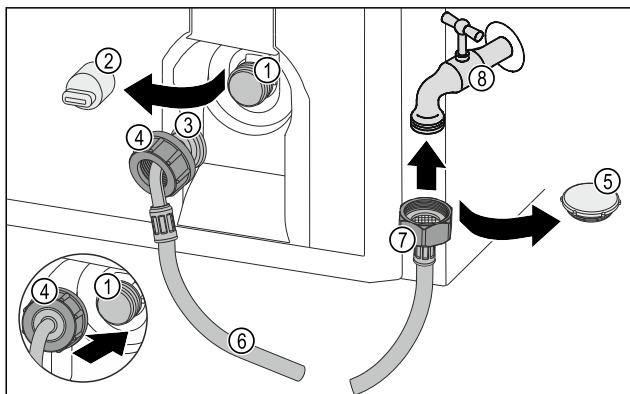

Fig. 15
- ▶ Wyciągnąć zatyczkę Fig. 15 (5).
- ▶ Prosty koniec węża Fig. 15 (7) nałożyć na zawór wody Fig. 15 (8).
- ▶ Dokręcić nakrętkę na prostym końcu węża Fig. 15 (7) w kierunku zgodnym z ruchem wskazówek zegara.